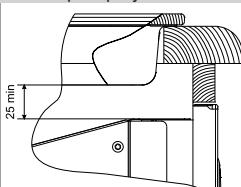

рис. 2
- При совместной установке варочной панели и жарочного электрошкафа необходимо учитывать выступание корпуса варочной панели из нижней части столешницы и верхней части корпуса жарочного электрошкафа. Соприкасание не допускается. Рекомендуемый воздушный зазор не менее 25мм (рис. 2).